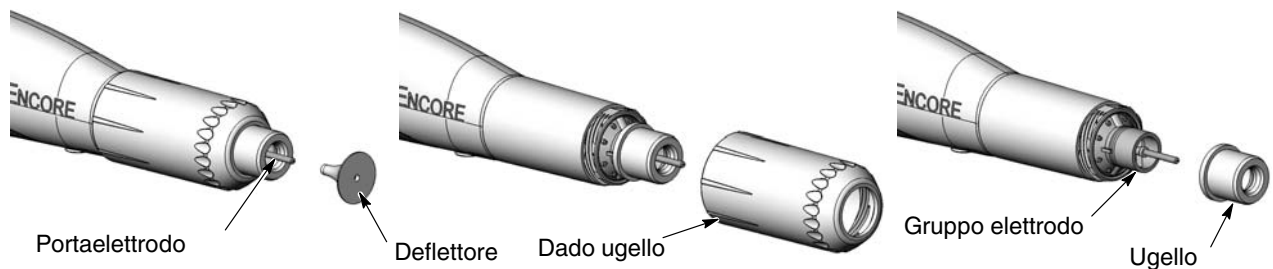

Figura 4-7 Sostituzione di un ugello conico
2. Vedi figura 4-7. Estrarre delicatamente il deflettore dal portaelettrodo. Se si cambia solo il deflettore, montare quello nuovo sul portaelettrodo facendo attenzione a non piegare il filo dell'elettrodo.